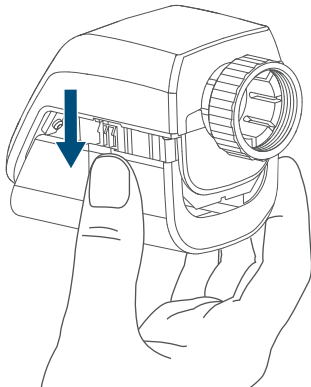

Abbildung 2
- Ziehen Sie den Isolierstreifen aus dem Batteriefach des Heizkörperthermostats (B) und des Fenster- und Türkontakts (M) heraus.
- Drücken Sie für mind. 4 s auf die Systemtaste des Heizkörperthermostats (D), um den Anlernmodus zu aktivieren (s. Abbildung 2). Die Geräte-LED (D) beginnt orange zu blinken. Der Anlernmodus ist für 3 Minuten aktiv.
Drücken Sie die Systemtaste des Fenster- und Türkontakts mit Magnet (L) für mind. 4 s, um den Anlernmodus zu aktivieren (s. Abbildung 2). Die Geräte-LED (L) beginnt orange zu blinken. Erfolgreiches Anlernen wird durch grünes Blinken der Geräte-LED signalisiert.